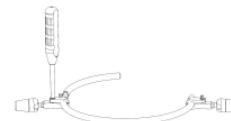

Figura 7
- Usando a **Chave hexagonal** (AL-0106), desparafuse as pinças de ambos os **Braços articulados**. Insira o **Anel retrator** nas pinças e aperte as pinças ao redor do anel onde está marcado "Anexe o braço rígido aqui". (Figura 7)